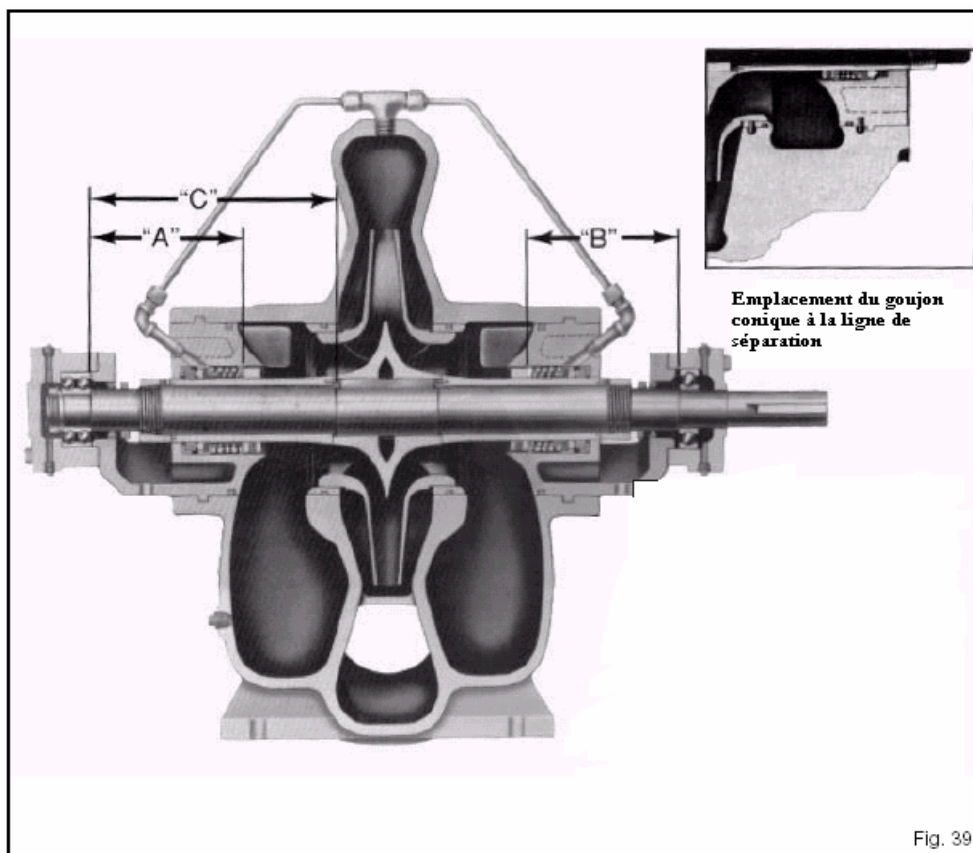

Fig. 39
2. Contrôler l'impulseur (4-002-0) et le corps pour déterminer la relation correcte (Voir Fig. 16) et identifier l'impulseur de cote "C" par rapport aux dimensions de l'arbre selon la figure 39.
13. Rechercher la cote de montage des bagues d'arrêt (3-421-9) dans le tableau de la figure 39 et marquer la cote sur la chemise d'arbre. Placer la bague d'arrêt sur la chemise en fonction de cette cote. (Les cotes de référence "A" et "B" qui accompagnent la figure 39.)